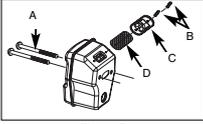

Fig. 20B
2. Retire os 2 parafusos, que fixam a cobertura (C), ver fig. 20B.
3. Elimine a protecção contra faíscas usada (D) e coloque uma nova.